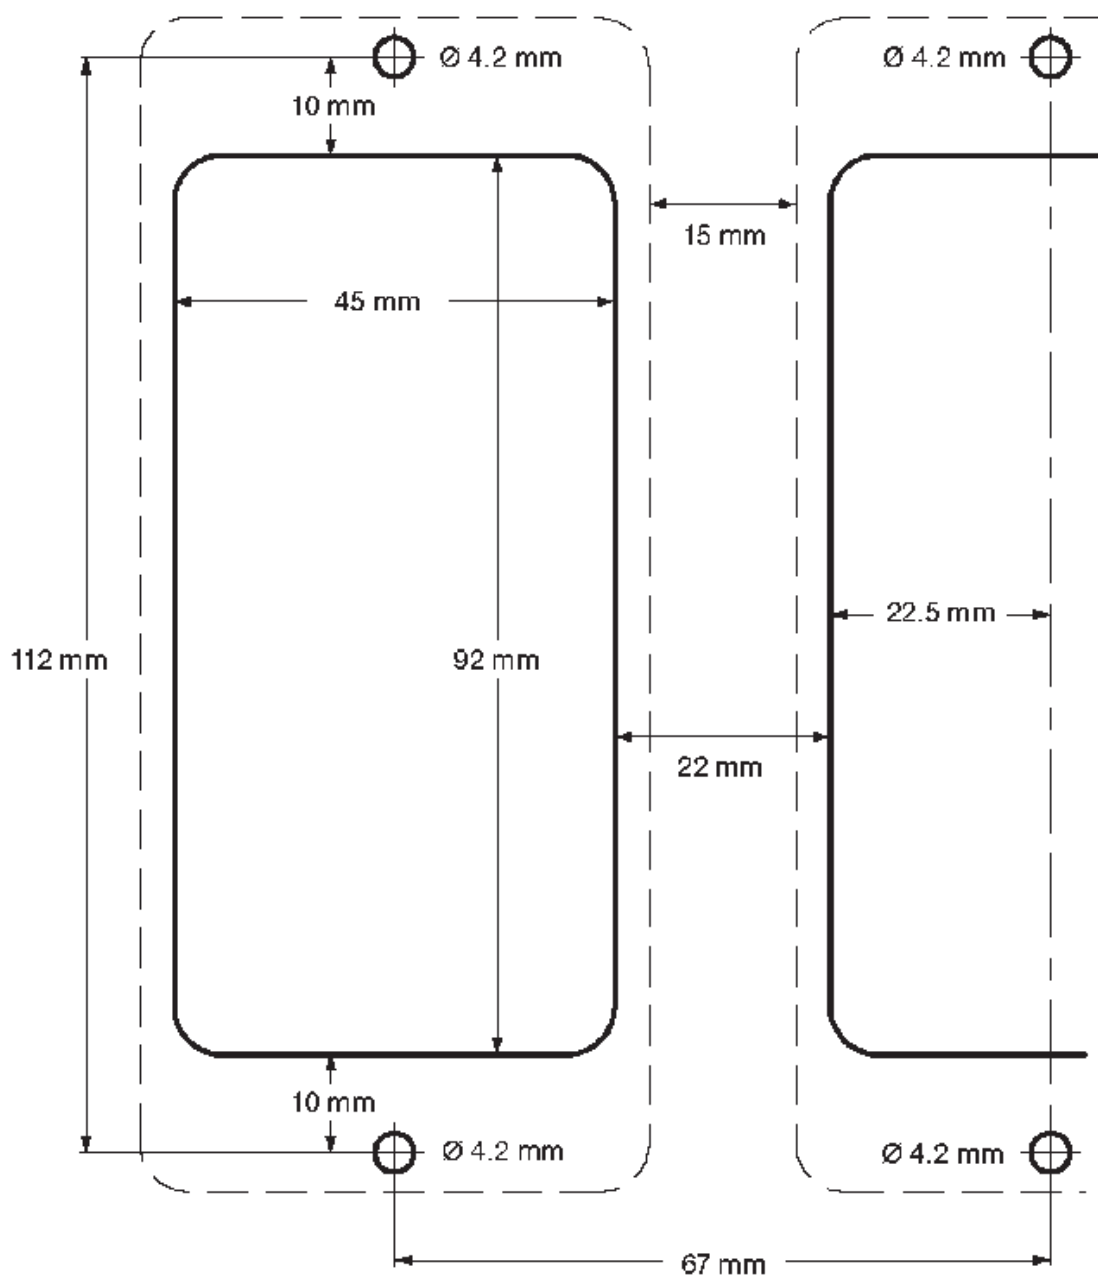

Fig. 15 Schéma de découpe
- Percer des trous dans la plaque du châssis comme montré sur la Fig. 15.
- Découper le panneau aux dimensions données sur la Fig. 15. Percer les trous de vis dans le panneau comme indiqué sur la Fig. 15.